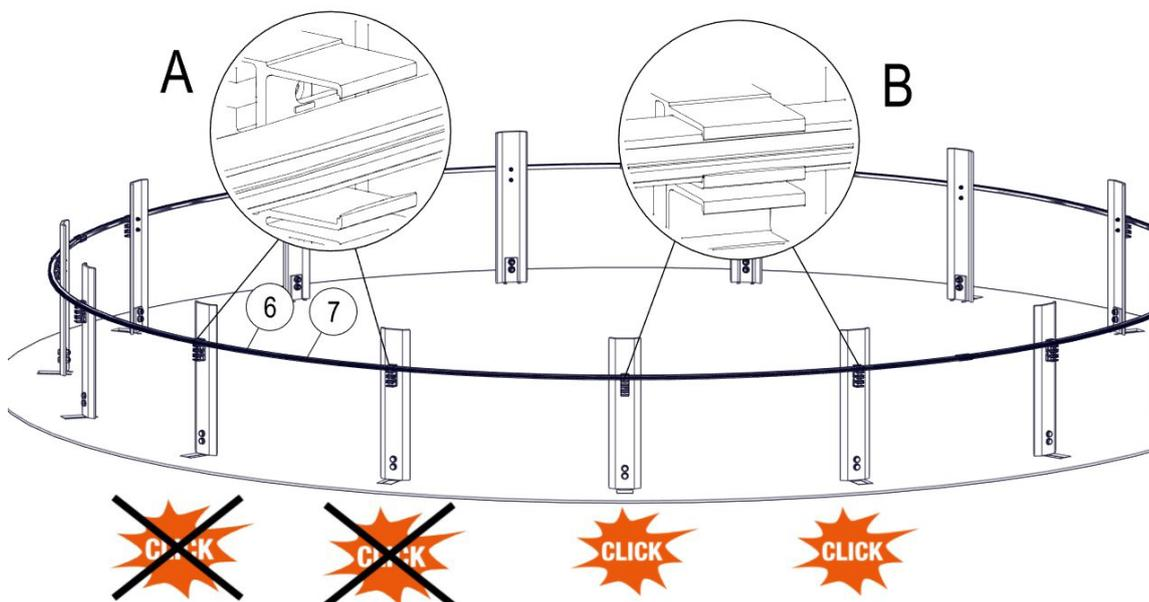

Abb. 65: Letzten Schleifleitungsbogen einhängen
→ Den letzten Schleifleitungsbogen (Pos. 7) in die Schienenhalter (B) einhängen bis auf den letzten Schienenhalter (A), um für die letzte Verbinderstelle flexibel zu sein. Das bedeutet, das Ende des ersten Schleifleitungsbogens (Pos. 6) und das Ende des letzten Schleifleitungsbogens (Pos. 7) sind noch nicht im Schienenhalter eingehängt (A) und hängen sich nun gegenüber (siehe Abb. 65).